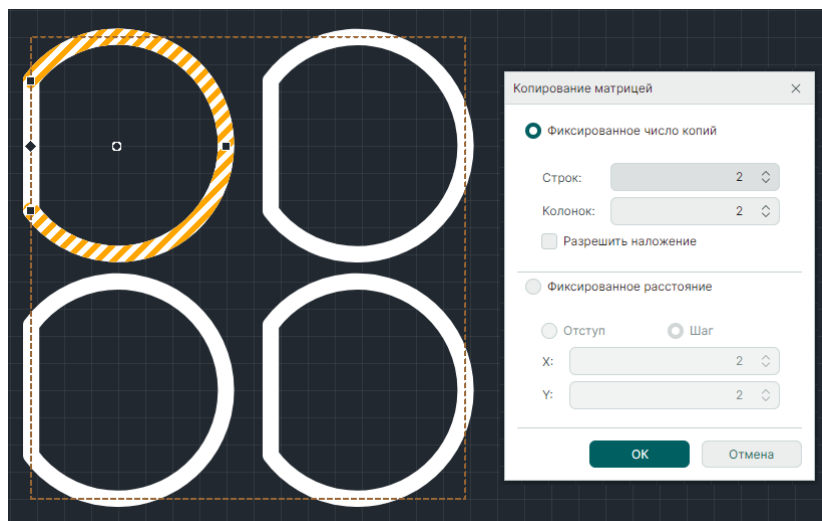

Рис. 278 Фиксированное число копий. Размещение
- «Фиксированное число копий», см. Рис. 278.